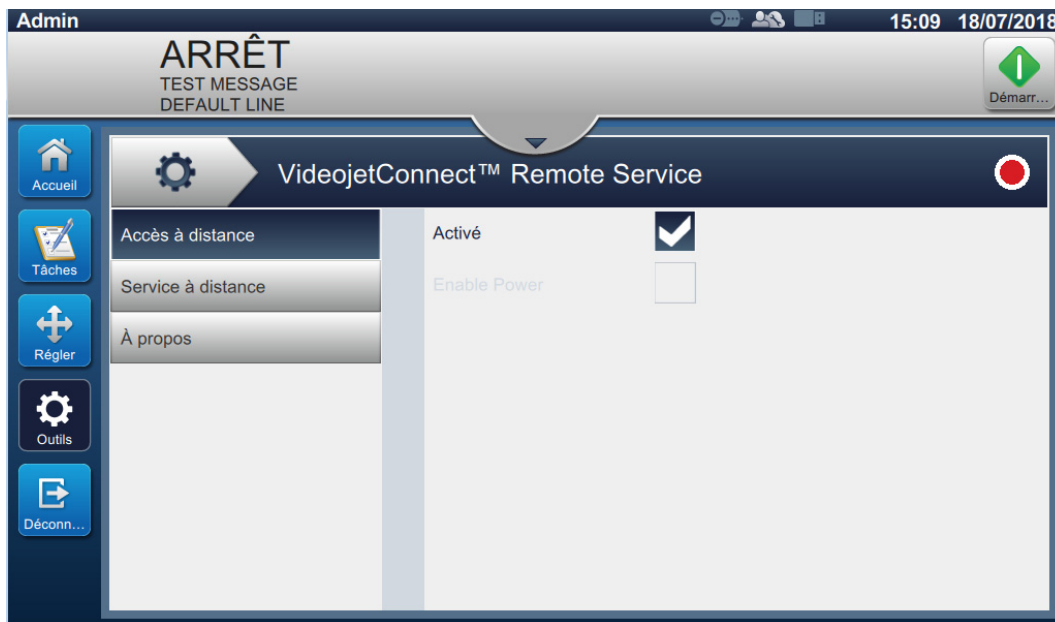

Figure 6-25 : Écran VideojetConnect Remote Service
1. Appuyez sur le bouton  dans l'écran Outils. L'écran VideojetConnect Remote Service s'ouvre, tel qu'illustré dans la Figure 6-25.